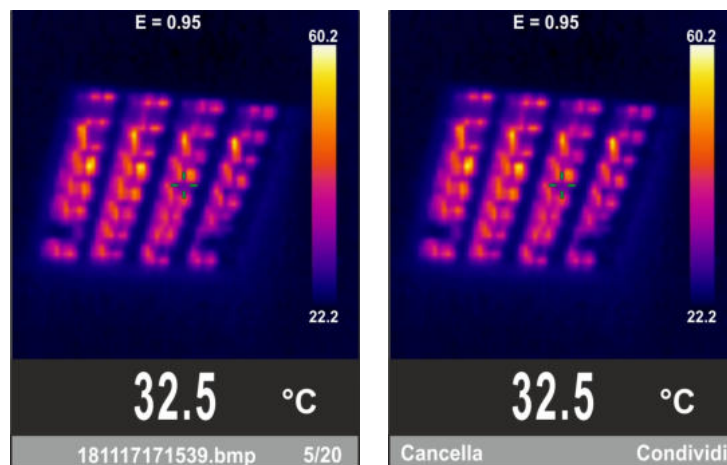

Fig. 17: Richiamo e cancellazione immagine IR
10. Entrare nel Menu generale per rivedere il risultato salvato (vedere Fig. 17 – parte sinistra)
11. Premere il tasto **T** per entrare nella sezione di cancellazione dell'immagine (vedere Fig. 17 – parte destra) e selezionare l'opzione “Cancella” per cancellare l'immagine senza alcun messaggio di conferma o premere il tasto **ESC** per tornare alla videata di misura